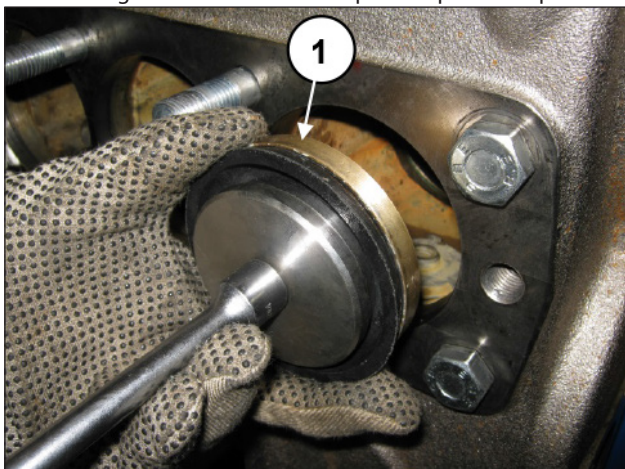

Fig. 131
À l'aide d'une clé en T, placer l'empilage de joint de piston dans le cylindre (rep. ①, Fig. 131) avec le groupe entretoise de piston au PMH, en prenant garde de ne pas détériorer la lèvre d'étanchéité.